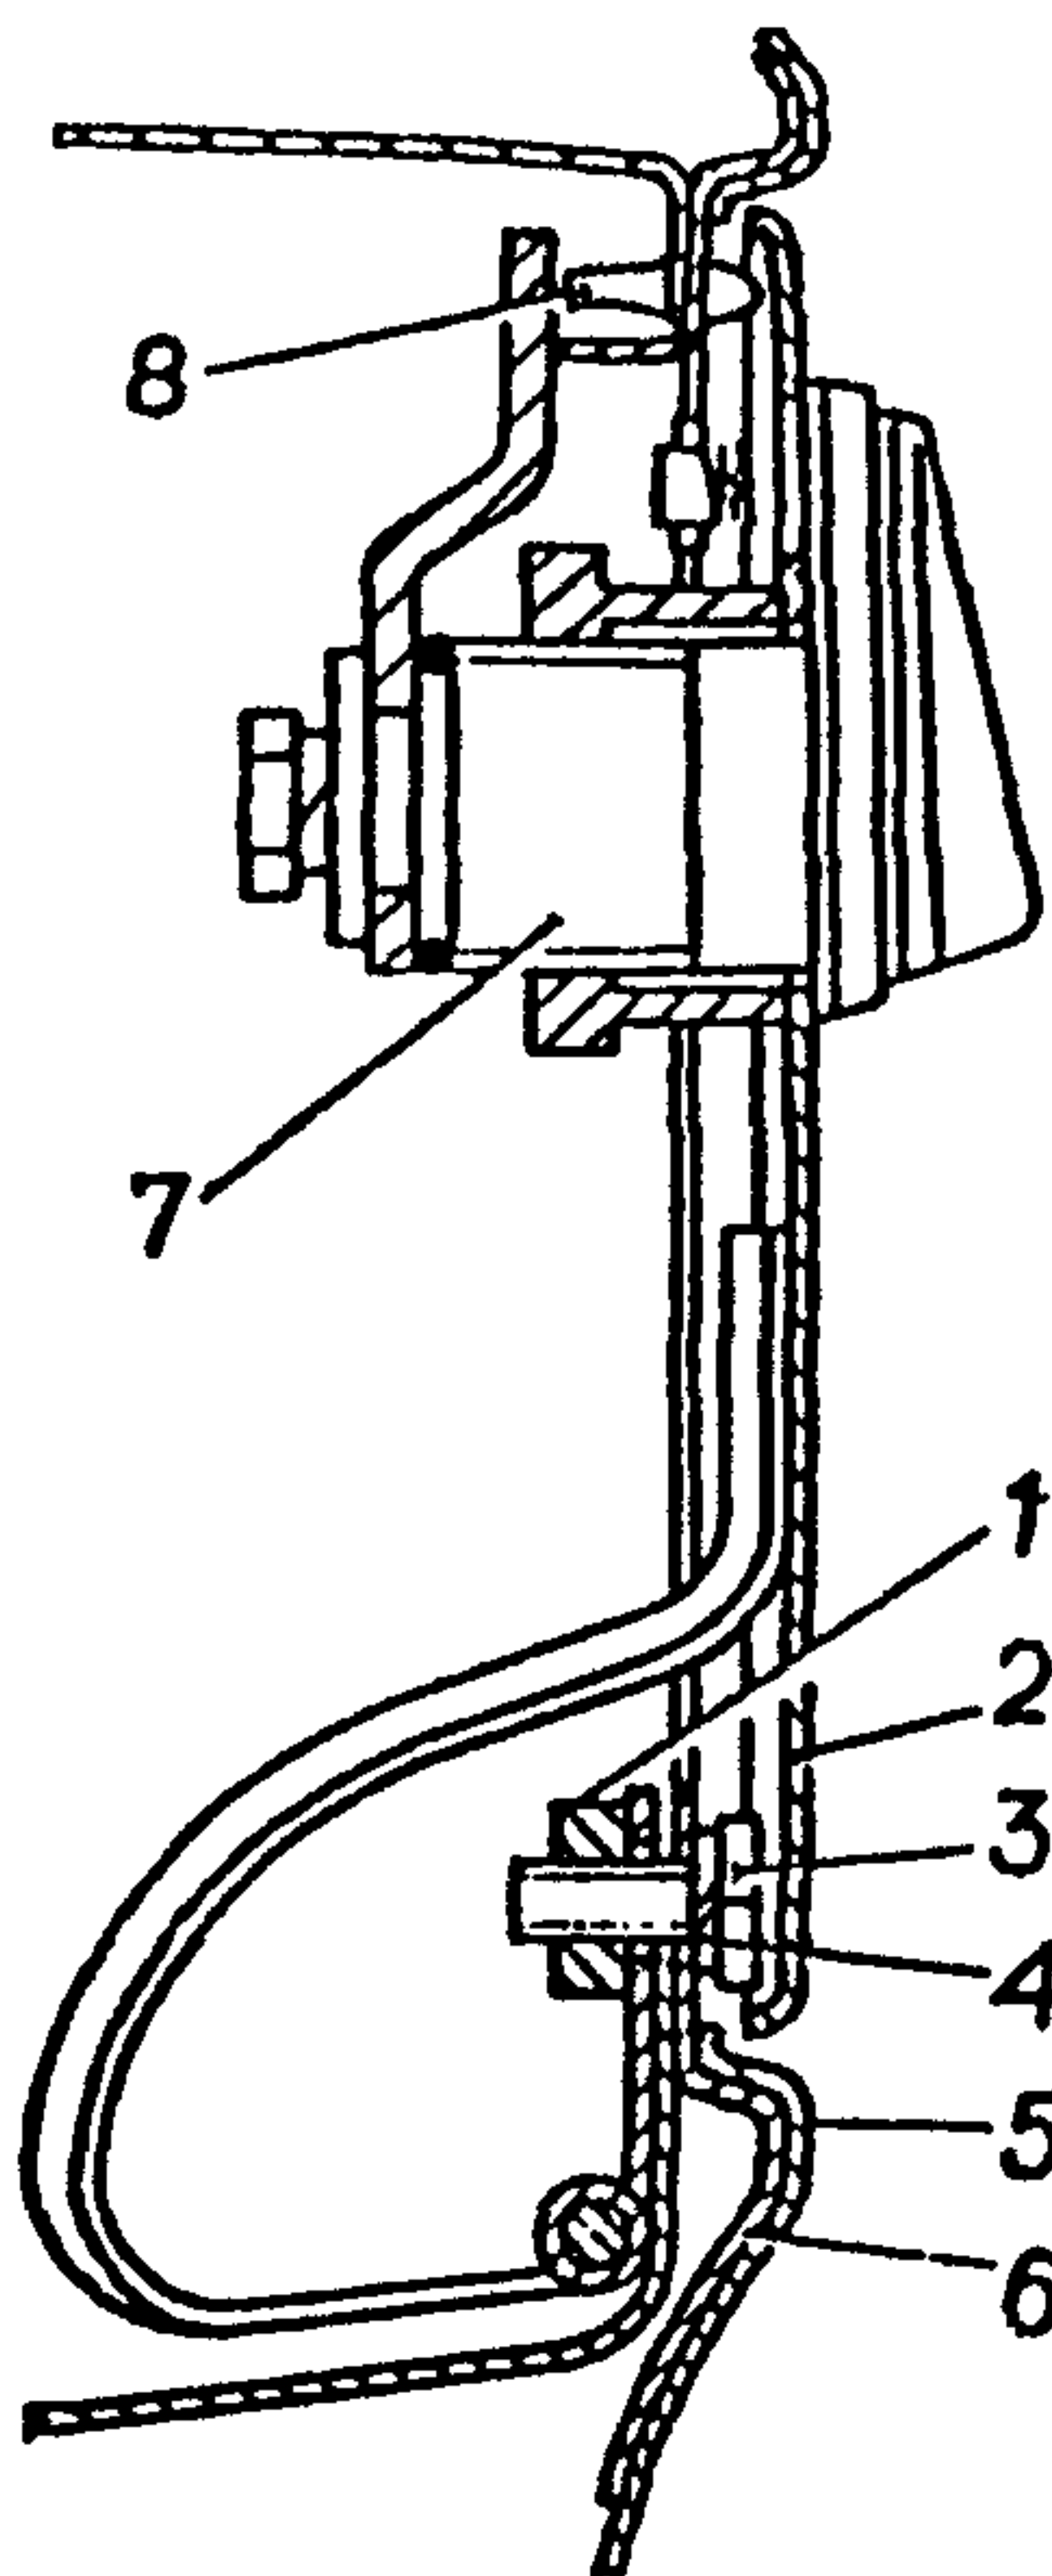

Рис. 5.12 Установка дополнительного заправочного люка
5) вставить два резиновых упора 8 (рис.5.12) в верхние отверстия вставки заправочного люка;
7) вставить в крышку люка замок 7 (рис.5.12).